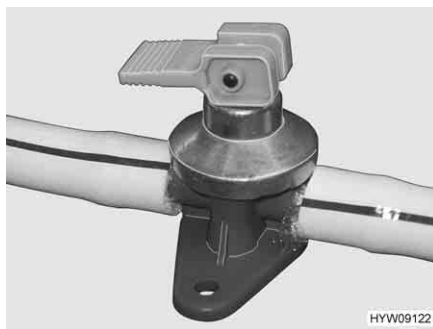
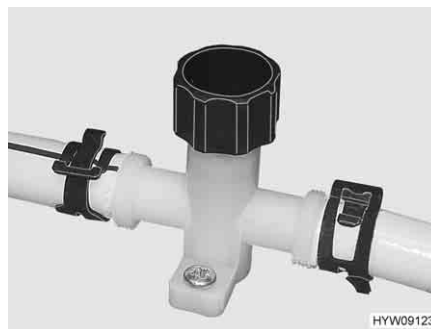

Fig. 102 Rubinetto di scarico (boiler Truma)
Fig. 103 Rubinetto di scarico (tubatura dell'acqua)
- Aprire tutti i rubinetti di scarico (Fig. 102 o Fig. 103).